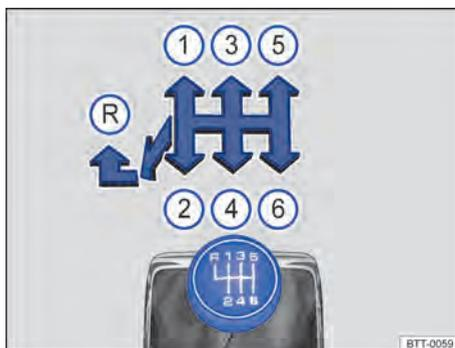

Fig. 91 Esquema de troca de marchas da transmissão manual de 6 marchas.
As posições de cada uma das marchas estão representadas na alavanca de marcha → Fig. 91.
3. Empurrar o anel na alavanca seletora para cima e bem para a esquerda e depois para frente até a posição da marcha a ré → Fig. 91 .